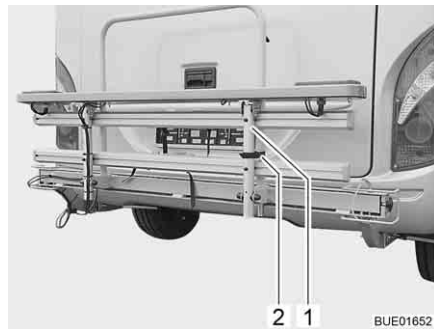

Bild 1 Cykelställ (infällt)
- Lossa remmarna (Bild 1,2) och fäll ned bygeln (Bild 1,1).